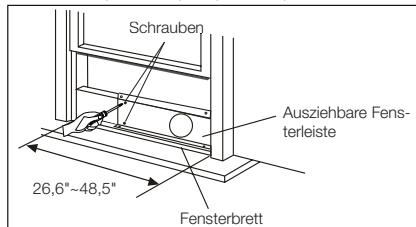
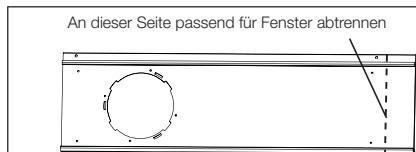
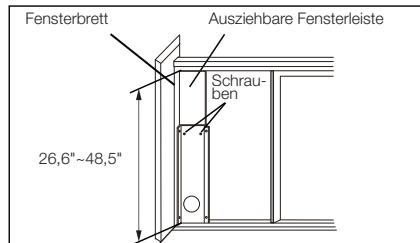

Abb. 13
Abb. 14
Abb. 19
2. Öffnen Sie das Schiebefenster, und positionieren Sie die ausziehbare Fensterleiste auf dem Fensterbrett (Abb. 13). Befestigen Sie die ausziehbare Fensterleiste am Fensterbrett. Passen Sie die Länge der ausziehbaren Fensterleiste entsprechend der Fensterbreite an. Schrauben Sie anschließend die zwei Schrauben in die ausziehbare Fensterleiste ein. Siehe Abb. 13. Schneiden Sie die ausziehbare Fensterleiste ggf. zu, wenn das Fenster schmäler als 67,6 cm (26,6 Zoll) ist (Abb. 14).
- Öffnen Sie das Schiebefenster, und positionieren Sie die ausziehbare Fensterleiste auf dem Fensterbrett. Siehe Abb. 19. Befestigen Sie die ausziehbare Fensterleiste am Fensterbrett. Passen Sie die Länge der ausziehbaren Fensterleiste entsprechend der Fensterhöhe an. Schrauben Sie anschließend die zwei Schrauben in die ausziehbare Fensterleiste ein. Siehe Abb. 19. Schneiden Sie die ausziehbare Fensterleiste ggf. zu, wenn die Fensterhöhe weniger als 67,6 cm (26,6 Zoll) beträgt (Abb. 14).